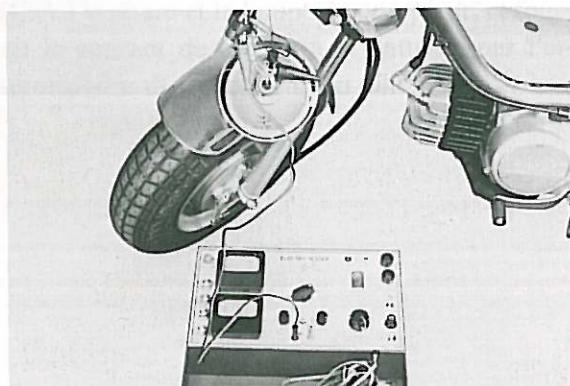

Fig. 6-6-1
b. Connect positive (+) test lead to yellow connection and negative (-) test lead to a good ground. (Fig. 6-6-1)
b. Raccorder le fil positif (+) du contrôleur au fil jaune, et mettre son fil négatif (-) à la masse. (Fig. 6-6-1)
b. Positive (+) Leitung des Prüfers mit gelbem Anschluß verbinden, und negative (-) Leitung des Prüfers einwandfrei am Motor an Masse legen. (Fig. 6-6-1)